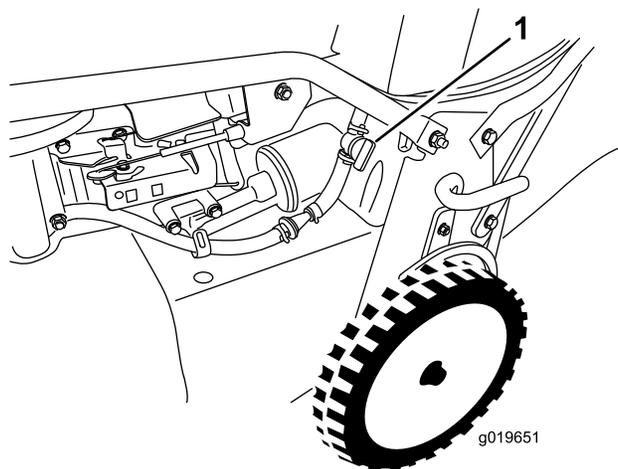

Рисунок 17
2. Откройте отсечной топливный кран (Рисунок 17).